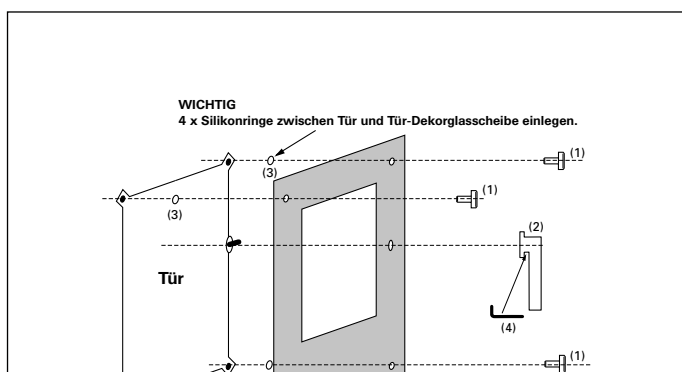

Abb. 7
**Bitte beachten: Unbedingt Tür-Dekorglasscheibe vor dem Festziehen der Schrauben gleichmäßig ausrichten. Befestigungsschrauben nur leicht (max. handfest) – niemals mit Kraft oder Werkzeugen – anziehen, da aufgrund der unterschiedlichen Ausdehnung von Glas und Gußtür genügend Spiel und Bewegungsraum vorhanden sein muß (siehe Abb. 7).**
Den Türgriff (2) von vorne leicht (nicht mit Gewalt) aufschieben, so daß zwischen Türglas und Türgriff noch ein Abstand vorhanden ist. Den Türgriff mit dem Inbusschlüssel (4) aus Beipack fest anziehen (siehe Abb. 7).